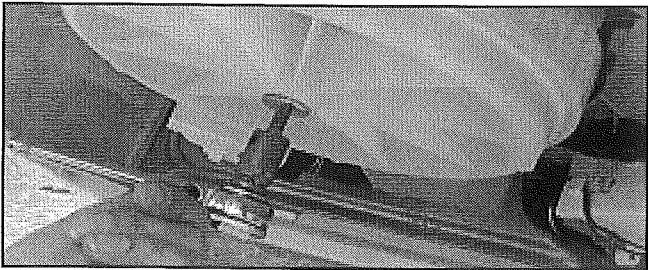

FIGURE 4
8. À l'aide d'un tourne-écrou de 1/4", déposer l'écrou du rotor et le rotor. Voir Figure 4.